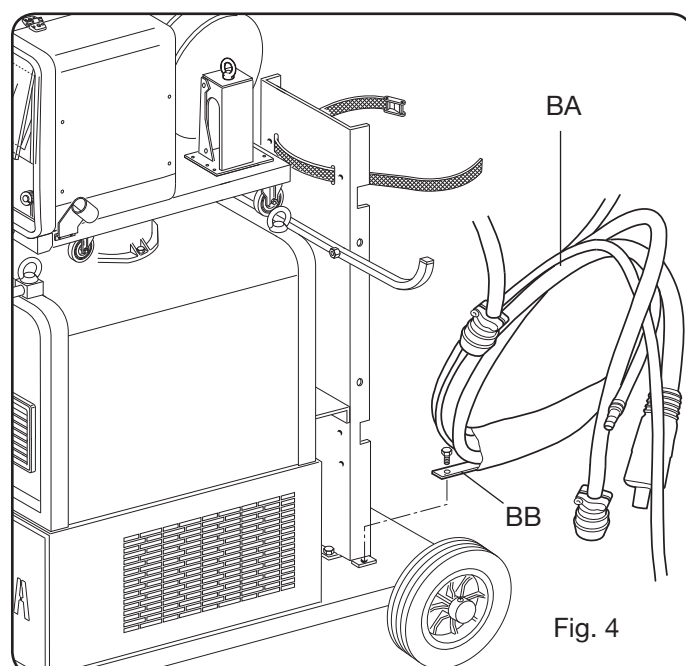

Fig. 4
- Blokér forbindelsen **BA**'s ekstremitet, ved at sætte den lille tunge **BB** i bunden af maskinen som vist i Fig. 4.